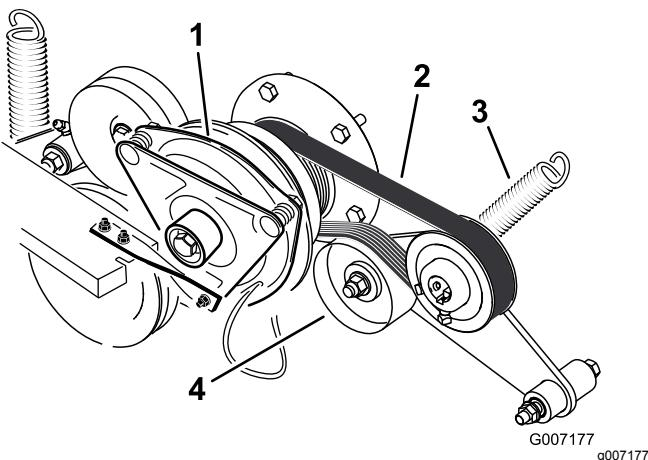

Figure 77
3. Décrochez le ressort du bras de la poulie de tension (Figure 77).
4. Montez la courroie neuve sur les poulies du moteur et des pompes hydrauliques (Figure 77).
6. Raccrochez le ressort au bras de la poulie de tension (Figure 77).